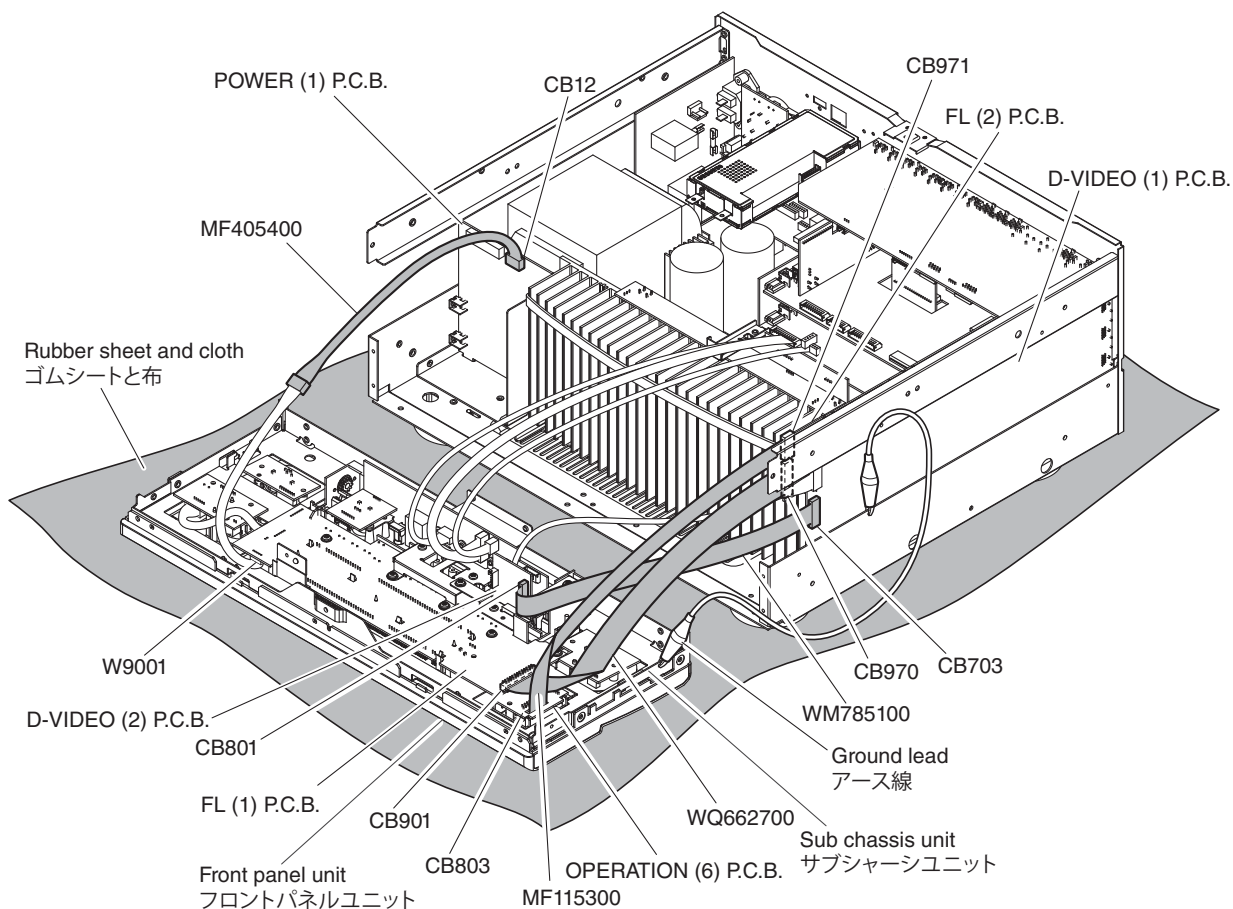

Fig. 3
- Spread the rubber sheet and the cloth. Then place the sub chassis unit on the cloth and check it. (Fig. 3)
- Connect the ground point of the sub chassis unit to the chassis with a ground lead or the like. (Fig. 3)
- ゴムシートと布を敷き、その上にサブシャーシユニットを置いてチェックします。(Fig. 3)
- サブシャーシのアースをアース線等でシャーシに接続してください。(Fig. 3)